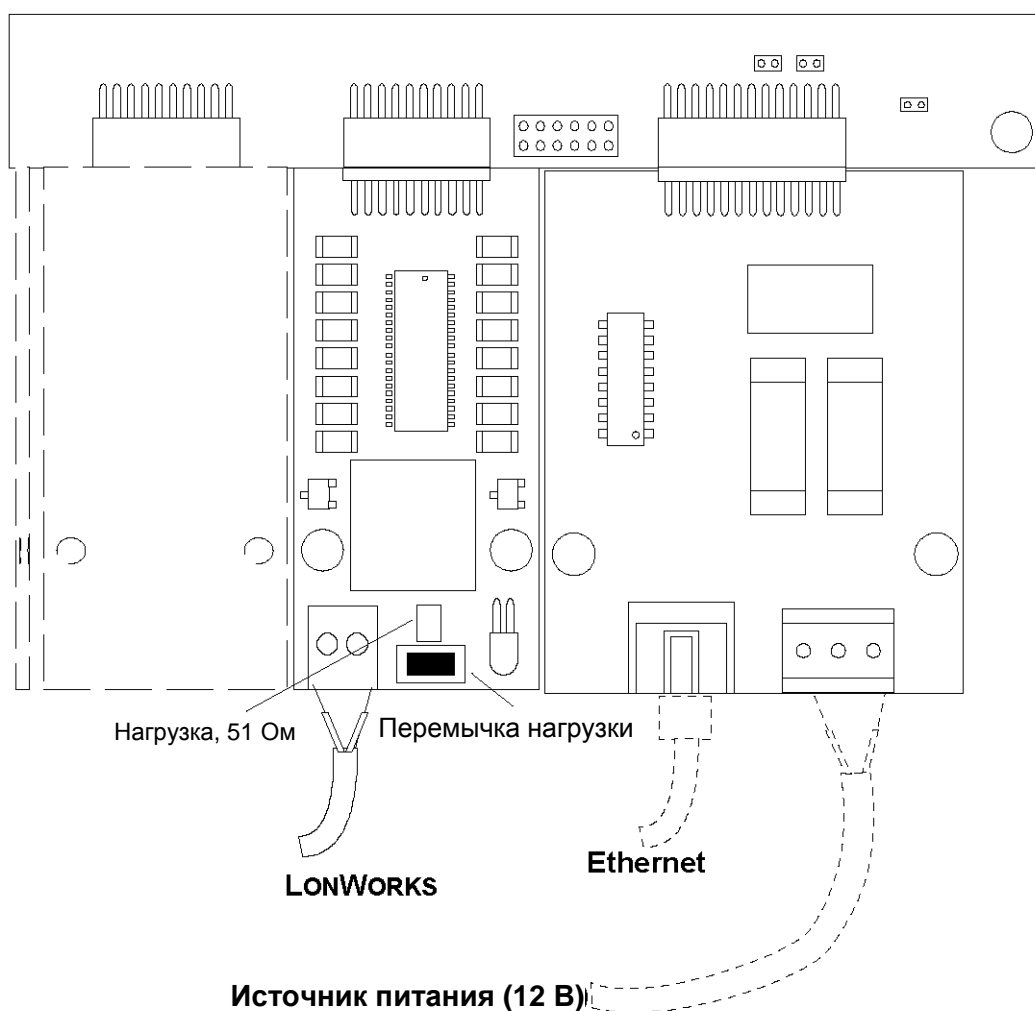

Рисунок 9. Подключение кабелей (2)
- Для подключения к ЛВС Ethernet 10BaseT (парный кабель) следует вставить кабель в соответствующий соединитель RJ45 (см. Рис. 9).